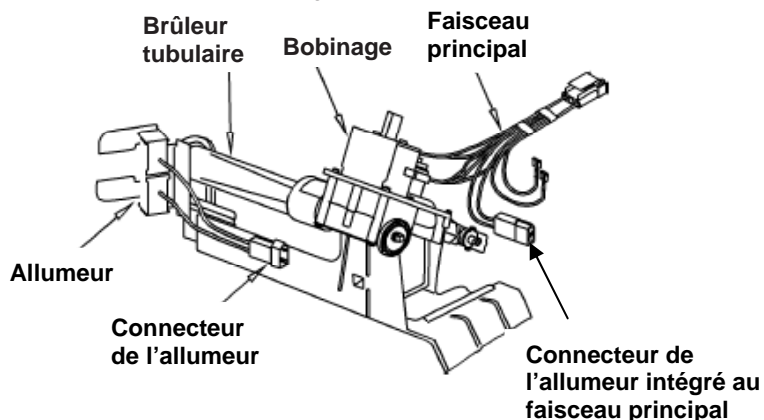

FIGURE 3
10. Débrancher le connecteur de l'allumeur, qui est intégré au faisceau de câblage principal. Voir *Figure 3*.
13. Replacer le brûleur tubulaire sur l'ensemble de brûleur. Bien serrer les deux (2) vis de montage. Rebrancher l'allumeur au faisceau électrique. Voir *Figure 3* et 4.